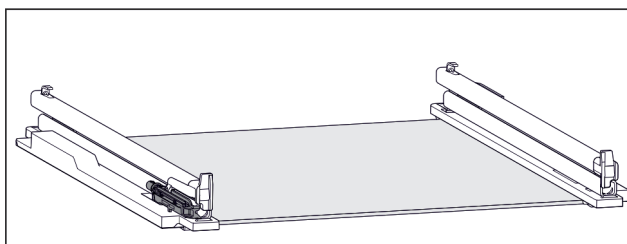

Fig. 120 Tlumič jednotka
- K levé kolejničce je připevněna tlumič jednotka. (viz Fig. 120) K pravé kolejničce není připevněna žádná tlumič jednotka.